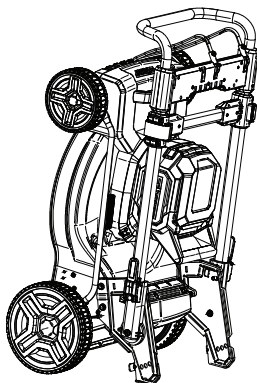

Fig. 22
1. Mettre le produit hors tension et retirer la batterie (24) avant le rangement.
3. Il est conseillé de plier le guidon et de ranger le produit à la verticale pour gagner de la place (Fig. 22).